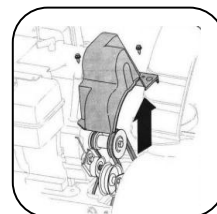

Рис.10
1. Снимите кожух ремня спереди двигателя, закрепленного двумя винтами. (см. рис.10)